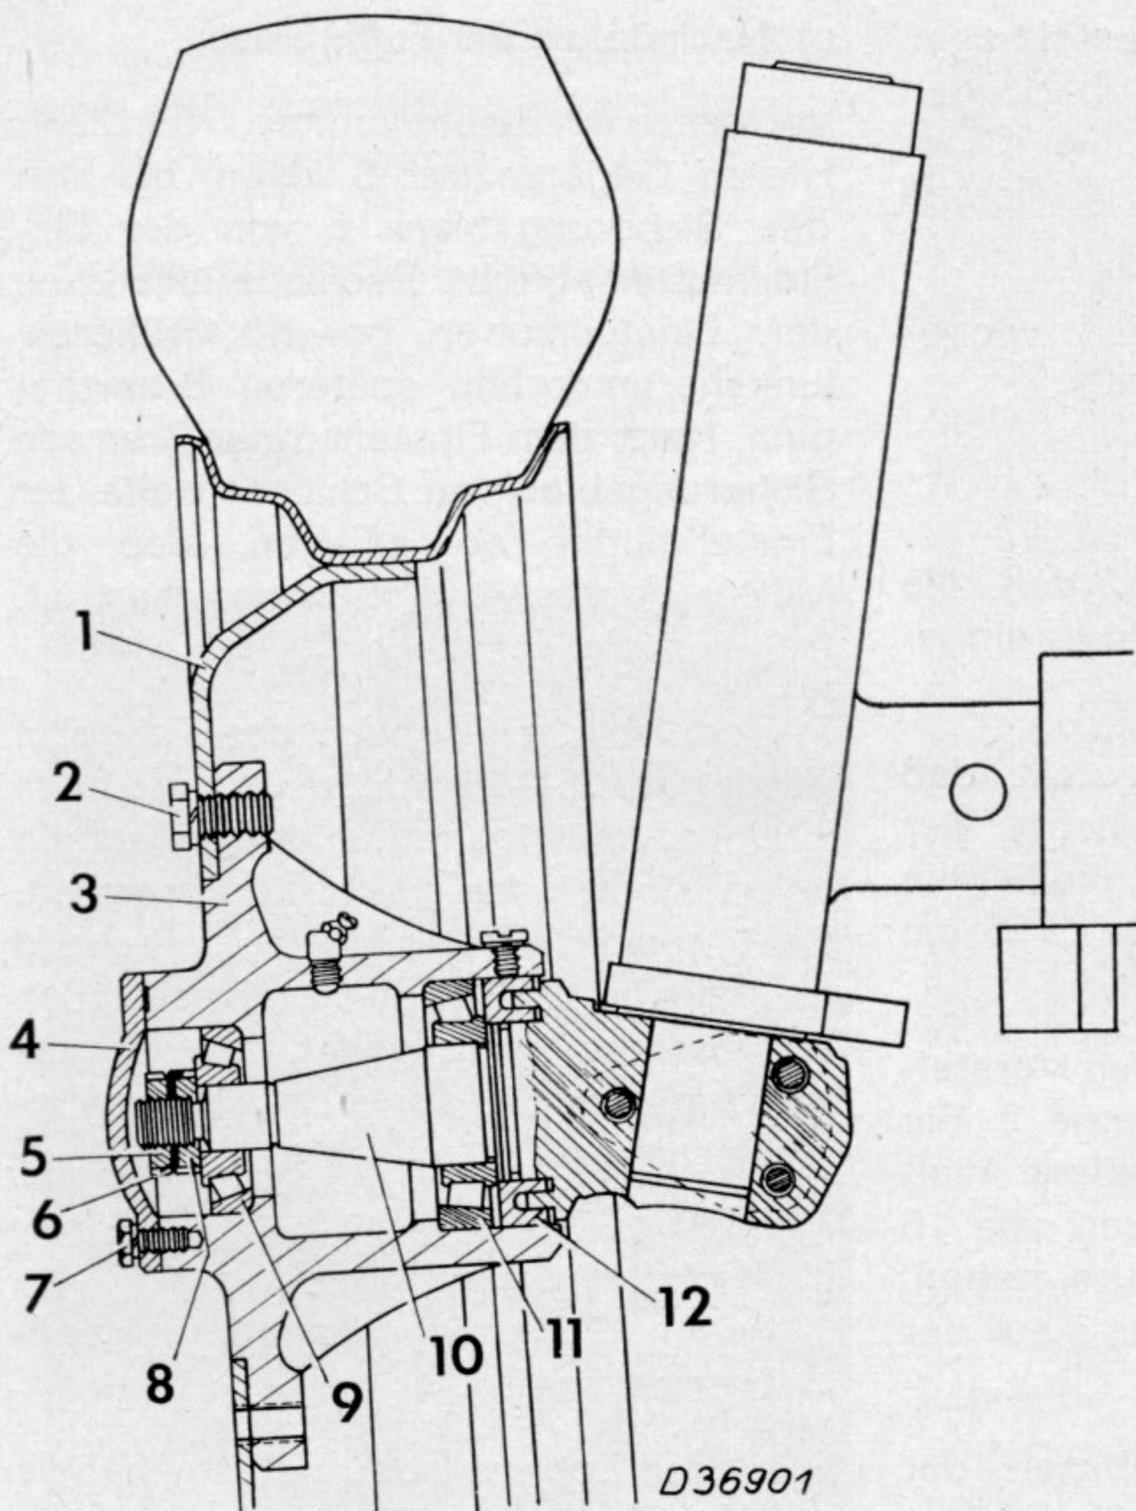

Bild 230.
- b) Sechs Kopfschrauben 2 (Bild 230/231) herausdrehen und Vorderradfelge 1 samt Reifen abnehmen.